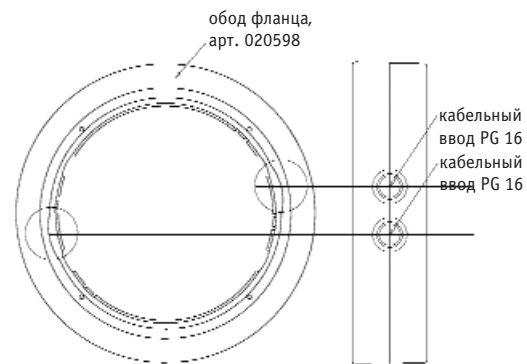

рис. 14
-присоединительные электрокабели ввести через предусмотренное на фланце отверстие справа или слева с помощью кабельного ввода PG 16 (рис. 14) и затянуть кабельный ввод PG 16;